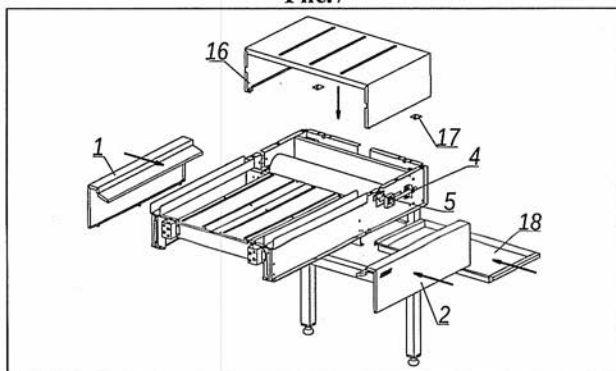

Рис.8
- **Рис.8.** Кожух (поз.16) крепить к каркасу модуля при помощи крепежа М6 (болт М6х14, шайба Ø6, гровер Ø6) и фиксаторов (поз.17).Задвинуть поддон (поз.18).